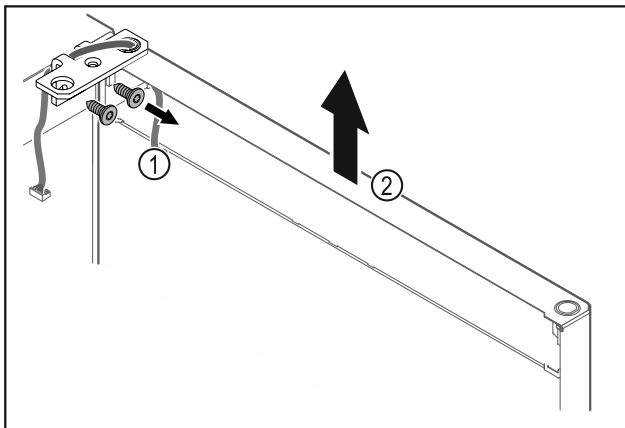

Fig. 18
- ▶ Skru av hengselvinkelen Fig. 18 (1).
- ▶ Løft døren og hengselvinkelen Fig. 18 (2) ca. 200 mm rett opp, og ta den av.